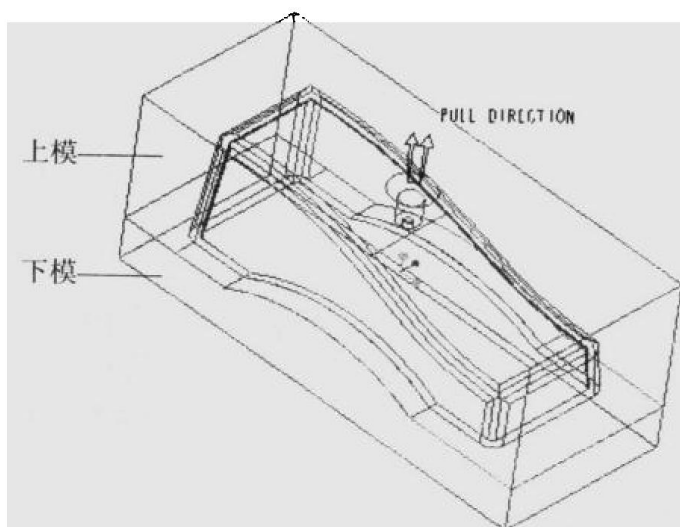
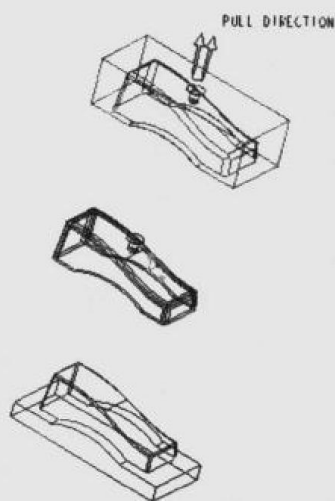

图 1.5 生成模型体积
图 1.6 模拟开模
- (5) 利用分模面将毛坯拆为几个模型体积 (Mold Volume), 或建立砂芯体积、滑块体积与销体积等。
- (6) 选择 MOLD | Mold Comp (Mold Component 的缩写) 将模型体积、砂芯体积、滑块体积、销体积等转换为上模型腔、下模型腔、砂芯、滑块与销等, 如图 1.5 所示。
- (7) 利用 MOLD | Molding 进行填充, 以建立浇注件。
- (8) 利用 MOLD | Mold Opening 来模拟开模, 并在开模过程中进行干涉检测, 如图 1.6 所示。
- (9) 装配模座, 并进行细部的模座设计。